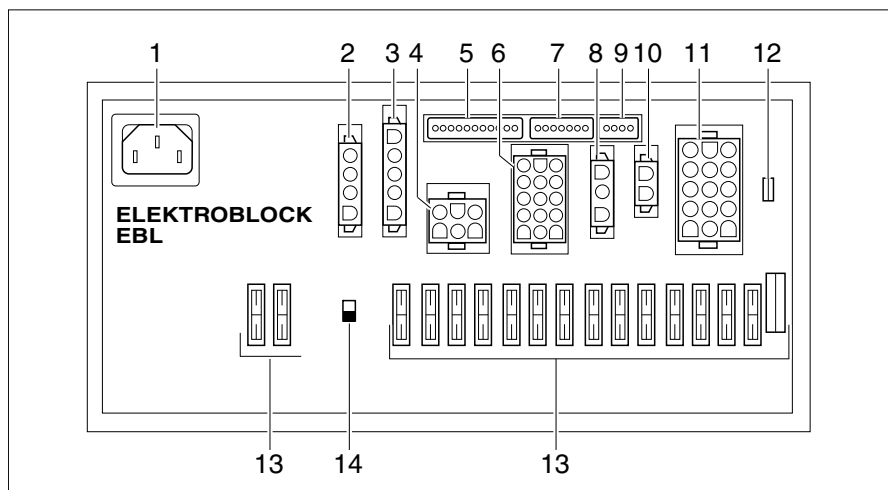

Fig. 262 Bloc électrique (EBL 102)
Selon le modèle, le bloc électrique (Fig. 262) présente dans la console du siège est monté sous le siège conducteur ou dans la zone du garage ou de la dinette bar (Globeline).
- ▷ L'interrupteur-séparateur de batterie (Fig. 262,14) coupe du réseau 12 V tous les consommateurs raccordés au bloc électrique.